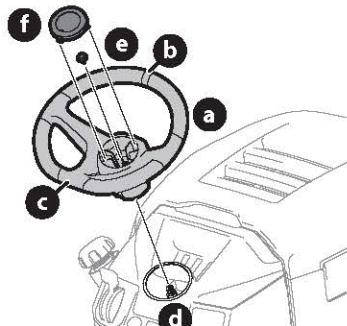

Figura 14
- Con las ruedas del tractor apuntando recto hacia adelante, alinee el volante (a) usando la línea central (b) de la parte delantera del volante (a) que apunta hacia adelante y la sección plana (c) del volante (a) orientada hacia el asiento, coloque el volante (a) sobre el árbol de la dirección (d) (Figura 14).
- Asegure el volante (a) con el perno hexagonal (e) desde debajo de la tapa del volante (f) y ajuste hasta 18-22 pie-libras (24-30 N·m) (Figura 14).
- Coloque la tapa del volante (f) sobre el centro del volante (a) y empuje hacia abajo hasta que haga clic al calzar en su lugar (Figura 14).
**NOTA:** el perno hexagonal (e) que asegura el volante (a) tiene sellador de rosca; de modo que si se lo extrae, se recomienda reemplazar el perno hexagonal (e) o volver a aplicarle sellador de rosca (Figura 14 en la página 47).